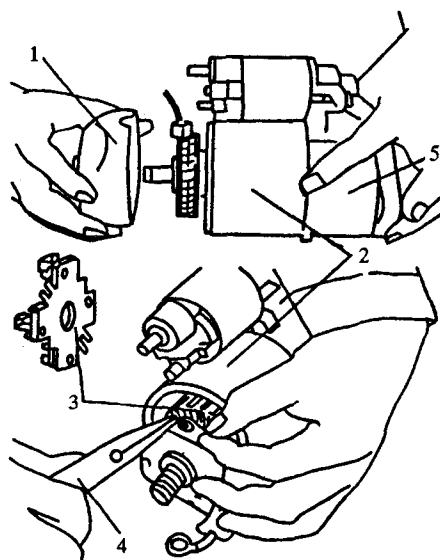

图 1-16 炭刷及炭刷架的拆卸
②炭刷及炭刷架的拆卸,如图 1-16 所示。用钳子 4 将炭刷弹簧向上抬起,从起动机壳体 2 上取出炭刷及炭刷架 3,在起动机壳体 2 与驱动端端盖 5 上作好标记后,取下起动机壳体 2。